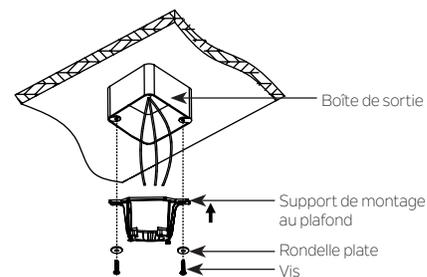

Fig. 5
Étape 1. Avant de fixer le ventilateur à la boîte de sortie (non fournie), assurez-vous que la boîte de sortie est solidement fixée en au moins deux points à un élément structurel du plafond (une boîte mal fixée fera vaciller le ventilateur). Faites passer les fils d'alimentation de 120 volts de la boîte de sortie par le centre du support de montage au plafond. Installez le support de montage sur la boîte de sortie au plafond en utilisant les vis et les rondelles fournies avec la boîte de sortie. (Fig. 5)